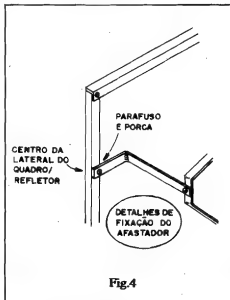

Fig. 4
- **FIG. 4** - Detalhes da fixação da "borboleta" ao quadro/refletor, via afastadores em "L" (descritos na fig. anterior). Observar (isso é **IMPORTANTÉ**...) que o "braço" menor do afastador em "L" deve ser parafusado bem no **centro** da respectiva lateral do quadro/refletor (isso em cada lado da nossa antena). Pequenas diferenças no dimensionamento podem ser corrigidas "na forçada", no momento dessa fixação... Se o material utilizado foi o alumínio, uma "entortadinha" aqui, outra ali, ajudará, a fazer o conjunto posicionar-se... Durante essas eventuais "entortadinhas", contudo, lembrar do seguinte: **NÃO** deformar o quadro/refletor, **NÃO** deformar o duplo quadrado da "borboleta" e **MANTER** a distância de afasta-